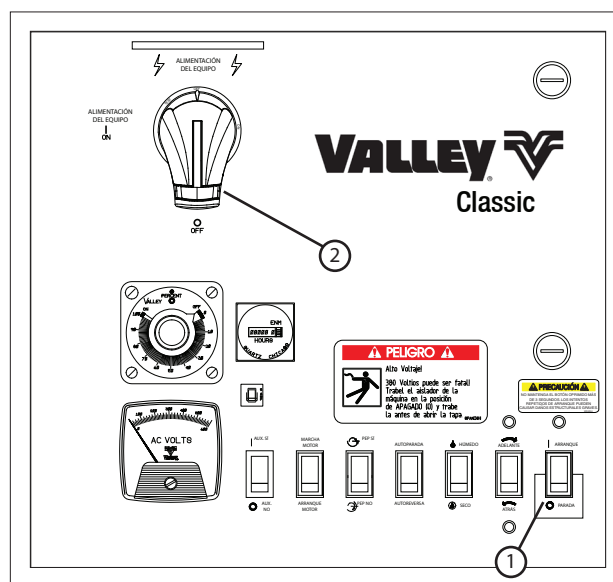

Figura 27-2 1. Interruptor de arranque/parada
1. Coloque el interruptor ARRANQUE/PARADA en la posición PARADA. Vea la Figura 27-2.
2. Coloque el interruptor principal en la posición APAGADO. Vea la Figura 27-2.